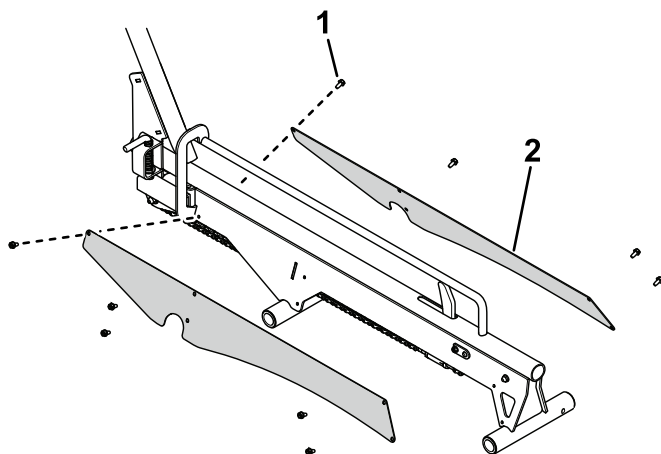

Bild 8
10. Befestigen Sie die Kettenabdeckungen mit 10 Sechskantschrauben an den Rampenbaugruppen (Bild 8).